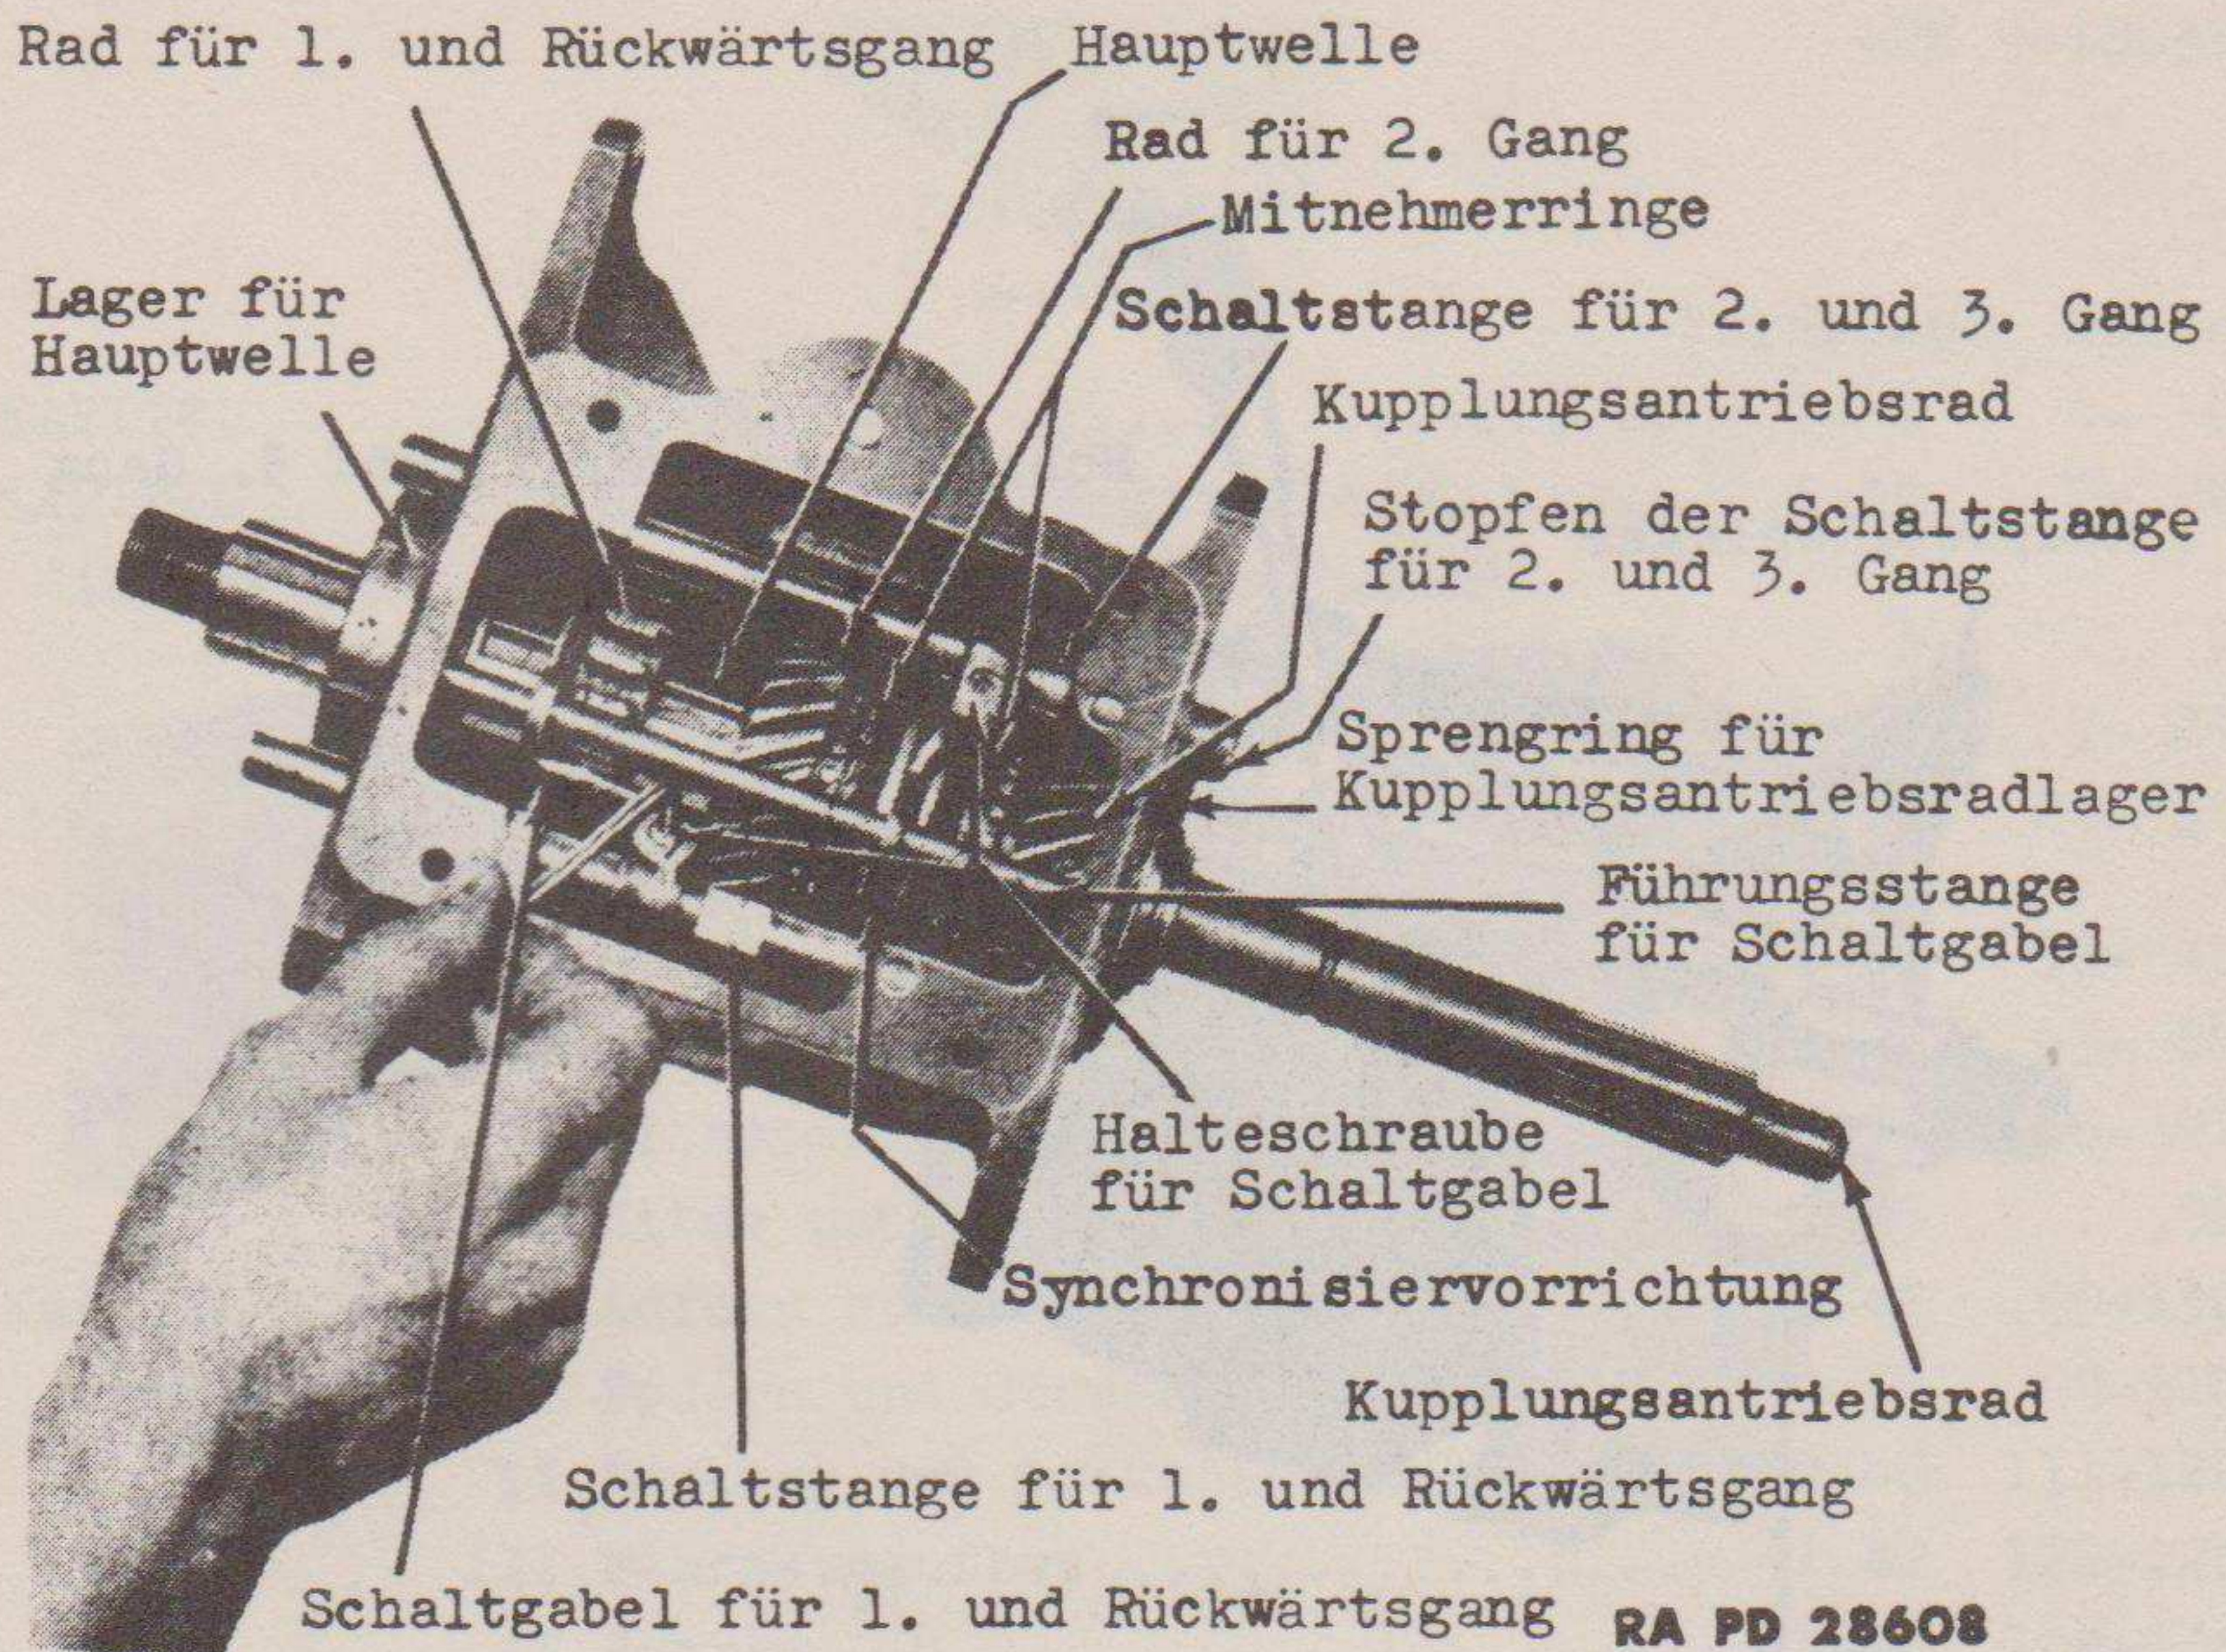
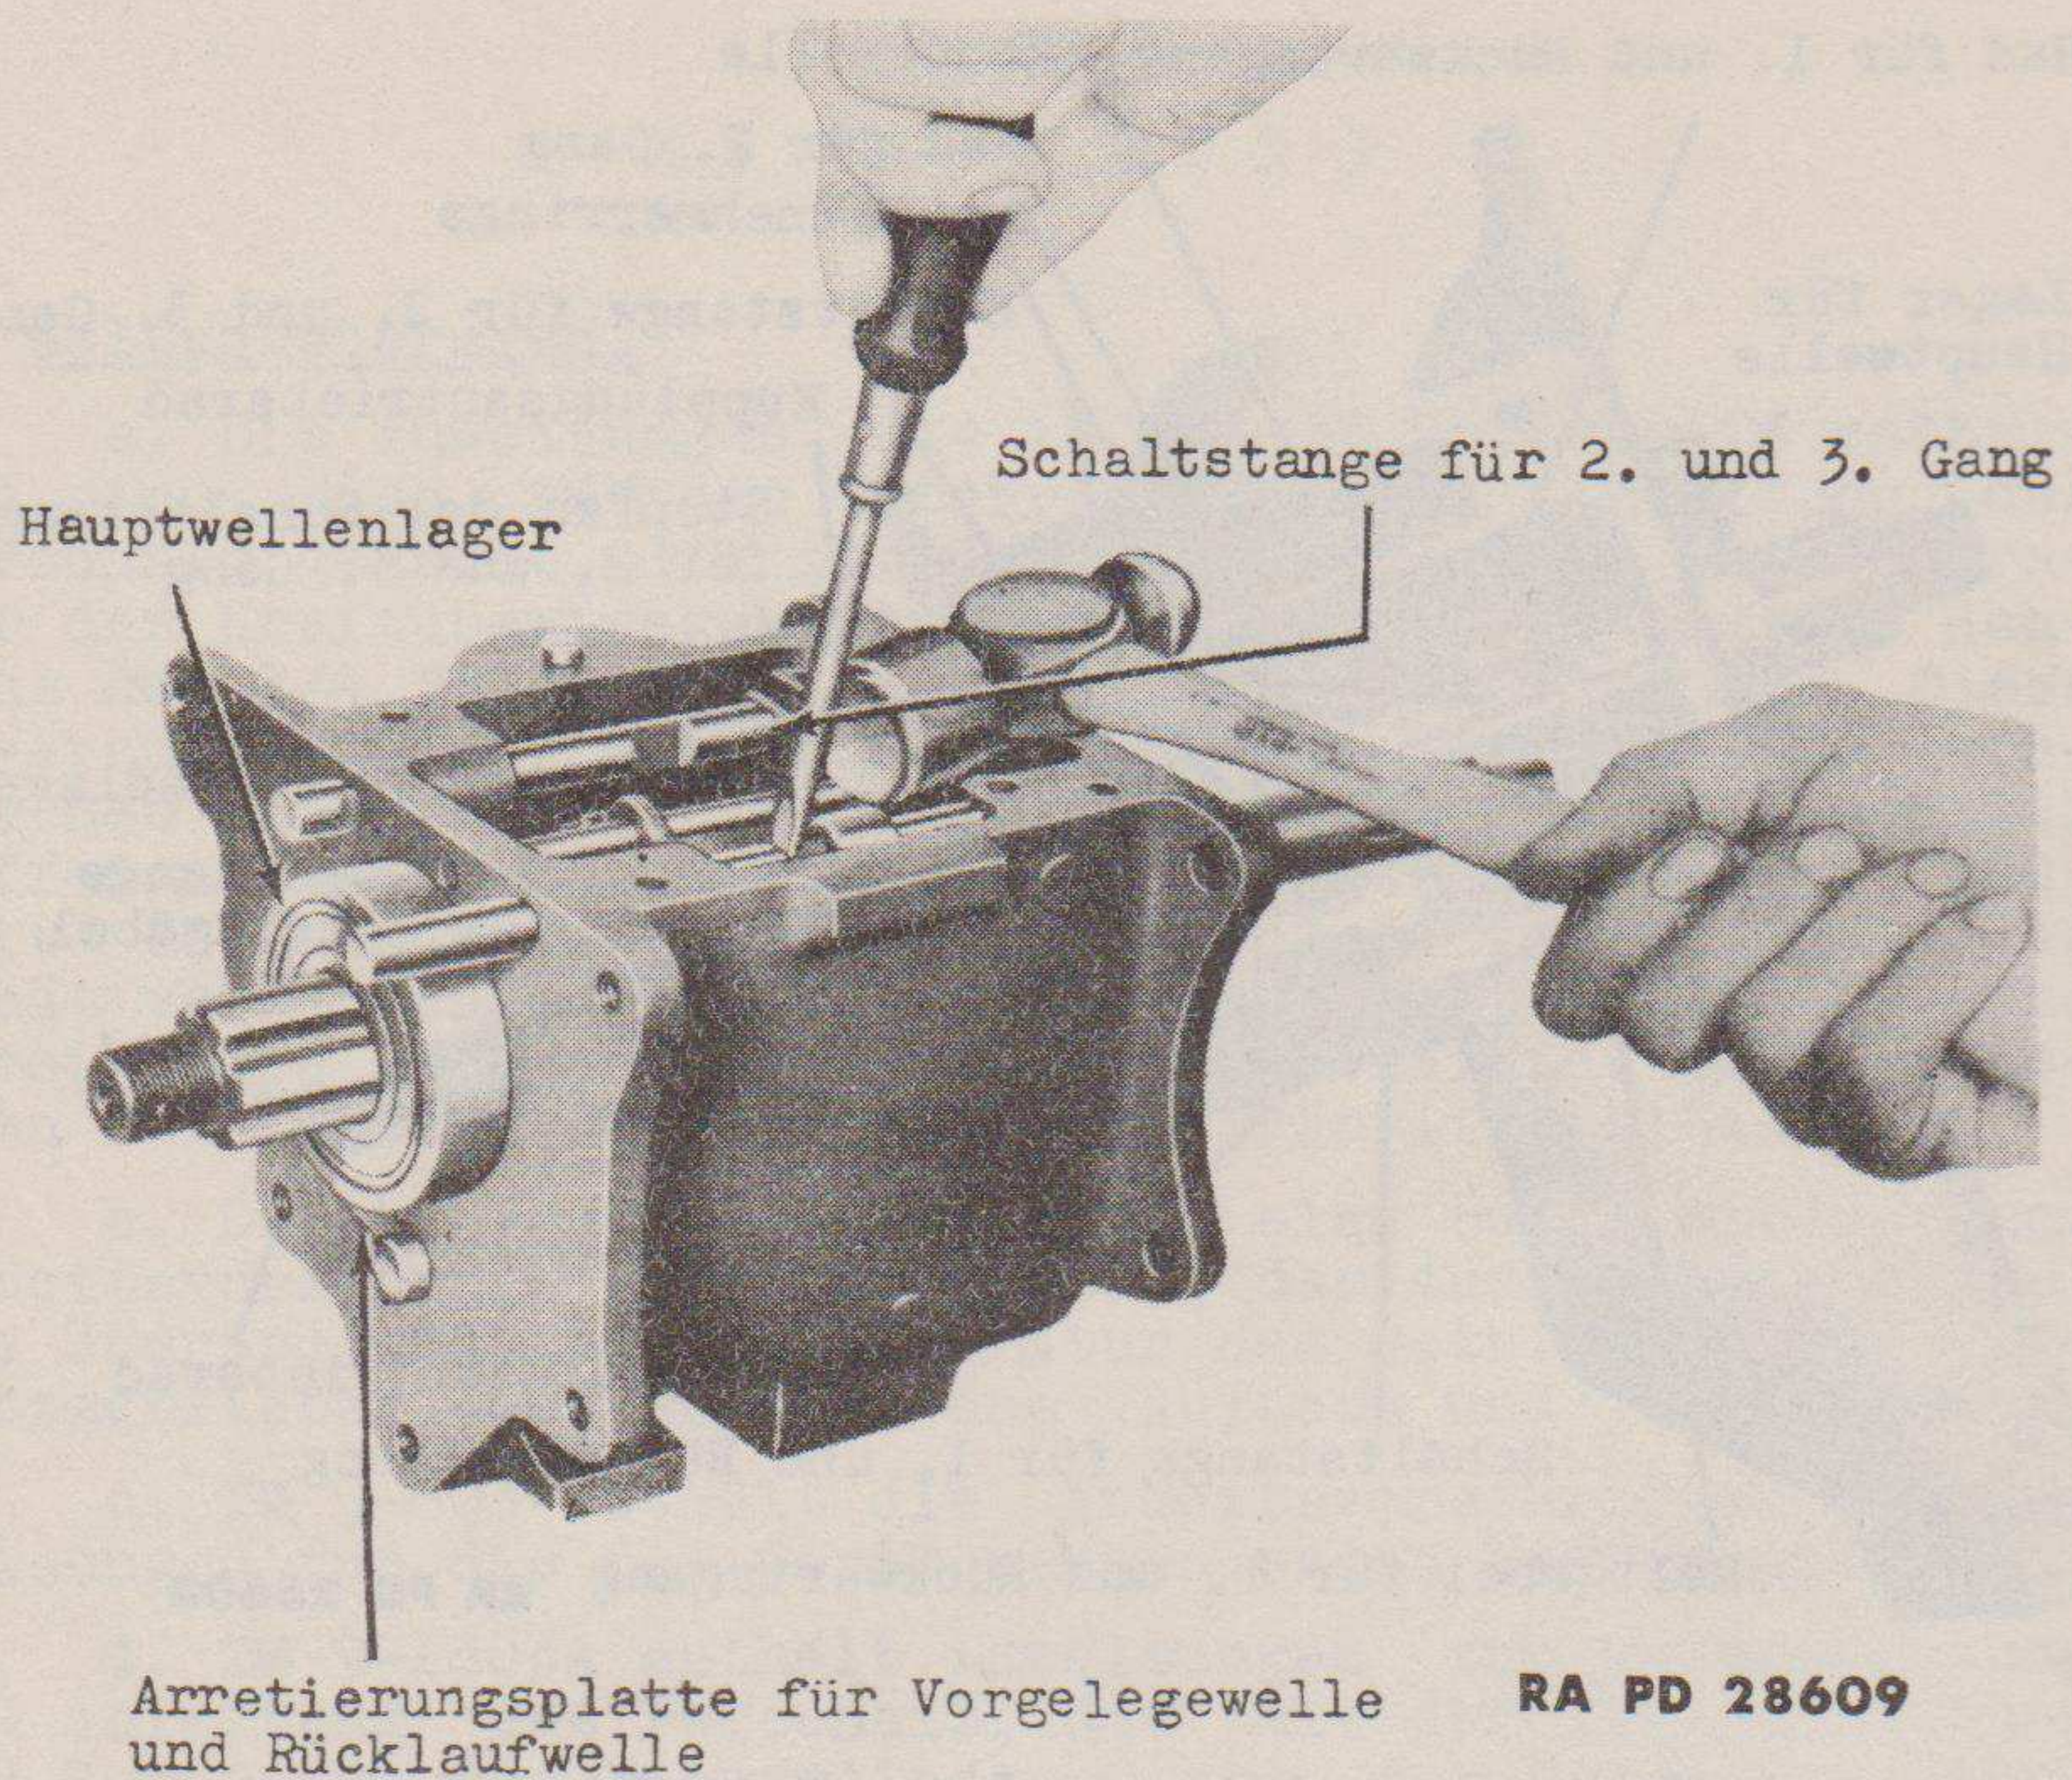

Abb. 8 - Lösen der Schaltgabel-Halteschraube
Abb. 9 - Ausbau der Schaltstangen
c. Montiere die Führungsschiene für Schaltgabel aus (Abb. 8). Treibe die Führungsschiene für Schaltgabel aus dem Getriebe.
d. Baue die Schaltgabeln für 1. und Rückwärtsgang und für 2. und 3. Gang aus. Löse die Schaltgabel-Halteschrauben beider Gabeln (Abb. 8). Schlage die Schaltstangen ein Stück aus dem Getriebe (Abb. 9), wobei darauf achtzugeben ist, dass die Arretierungskugeln von keiner Schaltstange verloren gehen. Halte die Schaltgabel, und ziehe die Stangen aus dem Getriebe.